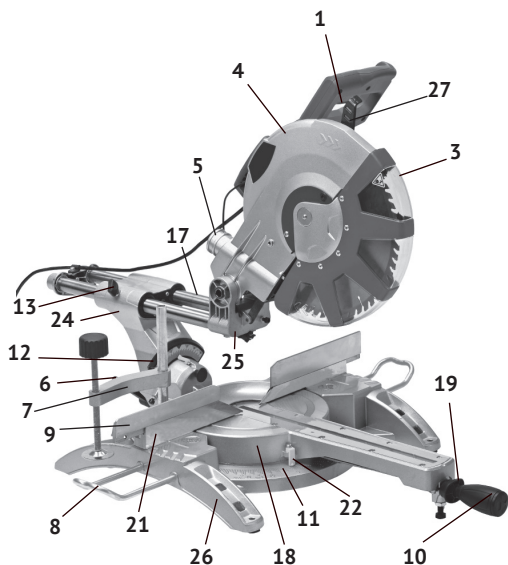
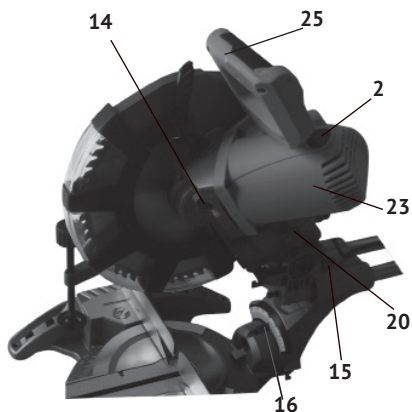
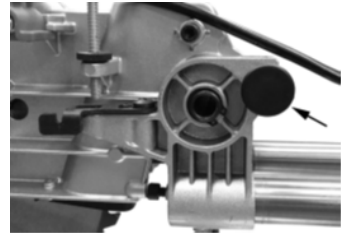

рис.1
рис.2
рис. 3
1.1.2 Основным несущим узлом режущего блока пилы является металлический редуктор, выполненный заодно с верхним защитным кожухом диска (рис.1 поз.4). К редуктору крепится пластиковый корпус двигателя (рис.2 поз.23), с закреплённой на нём рукояткой (рис.1 поз.25). Вертикальное перемещение режущего блока для реза обеспечивает суппорт вертикального перемещения (рис.1 поз.17). Возвратная пружина на оси суппорта, возвращает режущий блок в исходное положение. Горизонтальное движение по направляющим и наклон (вправо/влево) от вертикальной оси обеспечивает суппорт наклона и горизонтального перемещения (рис.1 поз.24).
1.1.3 Рабочий стол (рис.1 поз.18), вместе с режущим блоком, имеет возможность смещения (вправо/влево) относительно основания (рис.1 поз.26) и параллельного упора (рис.1 поз.21), в который упирается обрабатываемая заготовка. Таким образом обеспечивается косой (от 0 до 45°) рез материала (брус, доска, планка и т.п.).
2. Вытянуть фиксатор (рис. 2 поз.15), указан стрелкой на рис.3.
- включение/выключение пилы осуществляется нажатием на клавишу выключателя (рис.1 поз.1).
3. Разблокировав рычаг (рис.1 поз.27), сдвиньте (вверх) подвижный защитный кожух
4. Нажмите на фиксатор шпинделя (рис.2 поз.14), удерживая фиксатор
Установите мешок на патрубок отвода стружки (рис.1 поз.5) и зафиксируйте пылесборник с помощью металлической клипсы.
- для установки угла поворота ослабьте фиксирующую рукоятку (рис.1 поз.10), и, надавливая на рычаг-фиксатор (рис.1 поз.19), установите необходимый угол распила. Затем, отпустив рычаг, надежно затяните фиксирующую рукоятку.